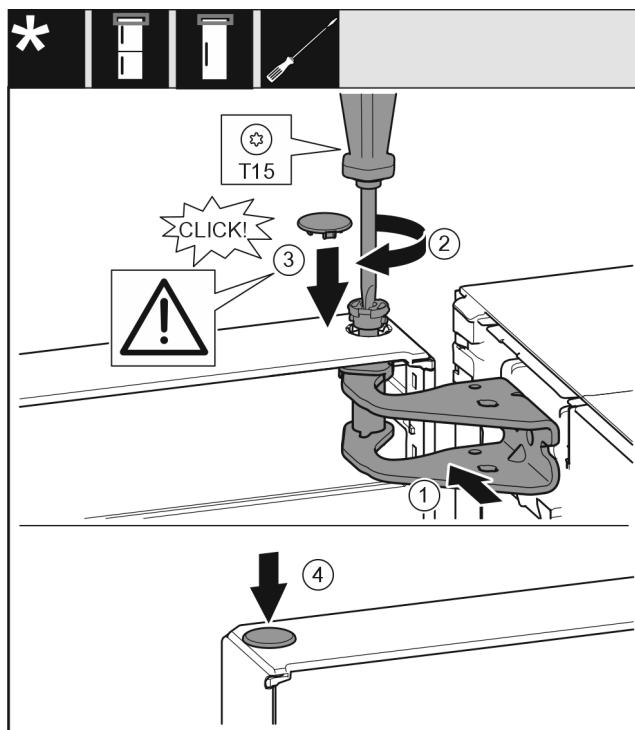

Fig. 21
- ▶ 将门的上方对准托架中的开口。Fig. 21 (1)
- ▶ 放入螺栓 Fig. 21 (2) 并用螺丝刀拧紧。
- ▶ 安装冰箱门安全装置的安全盖 Fig. 21 (3)：放入安全盖并检查其是否在门上。此外将螺栓完全插入。
- ▶ 放上堵头 Fig. 21 (4)。